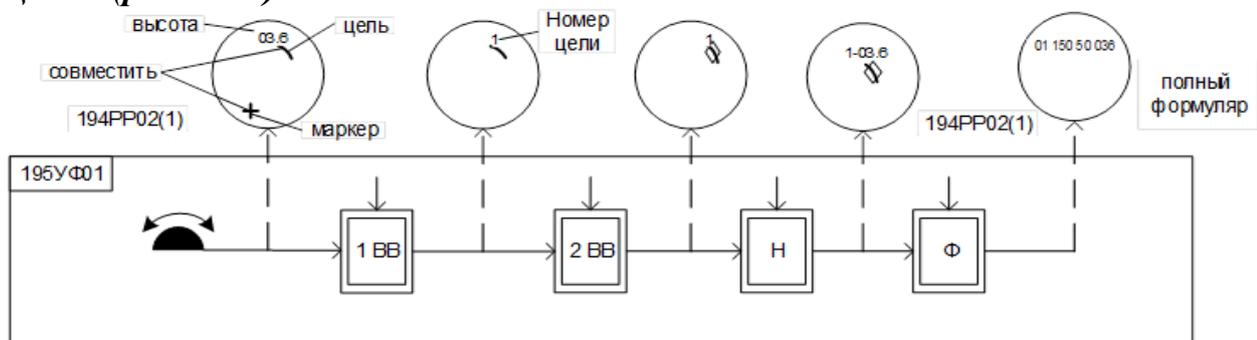

Рис. 7.15. Проверка аппаратуры автоматического определения координат целей
9. Проверка аппаратуры автоматического определения координат целей (рис. 7.15).